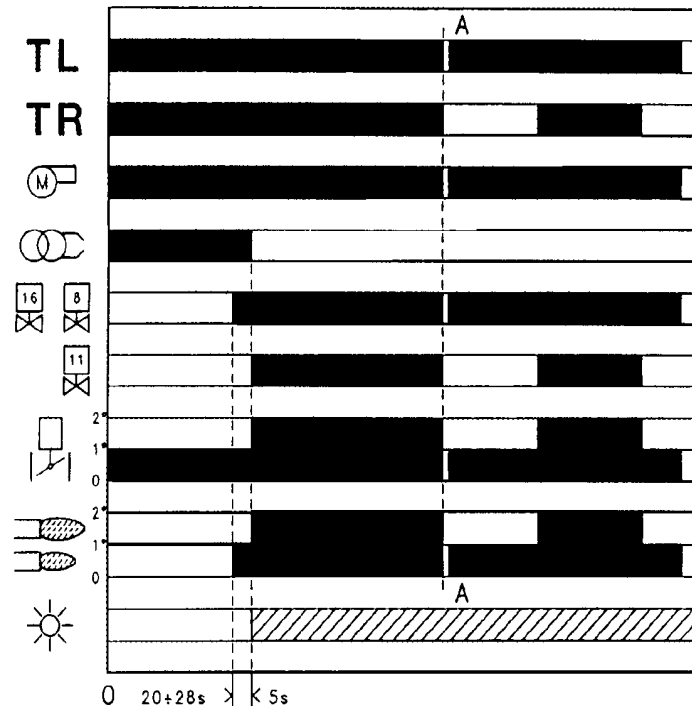
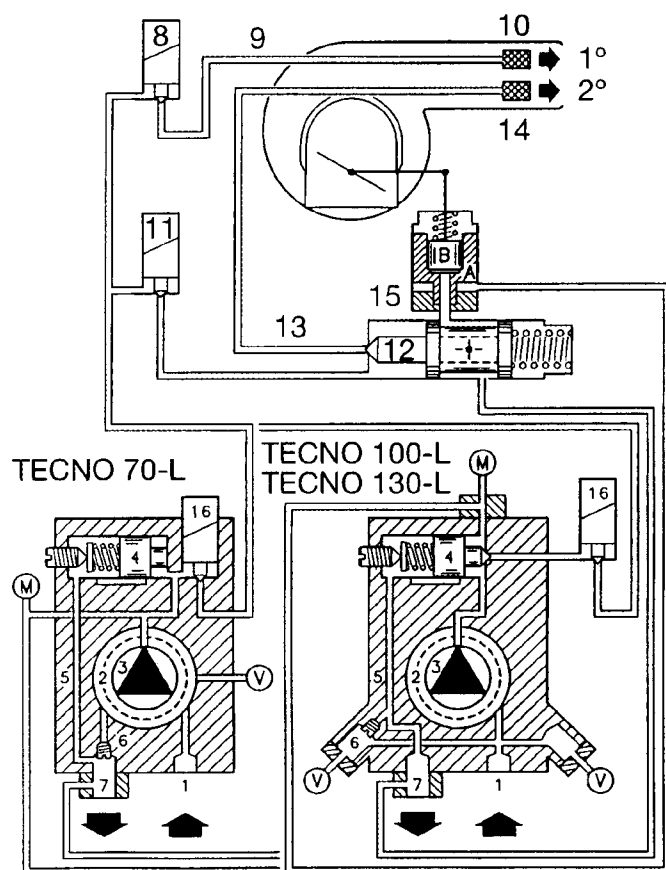

Рис. 31
Рис. 32
### 5.1. Запуск (Рис. 31 и Рис. 32)
Запуск происходит также, как в предыдущей установке. Если температура повышается до отключения TL, горелка остановится (Линия А-А на графике Рис. 31). Когда электроклапаны остаются без напряжения, то перекрывают путь топливу и горелка выключается. Поршень (12) закроет трубопровод (13), топливо, содержащееся в гидравлическом цилиндре, поршень В возвращает топливо через возвратный трубопровод (7) и регулятор воздуха закроется.